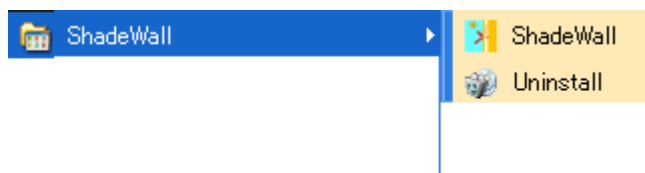

図 2-10 アンインストールプログラムの選択
- (1) 図 2-10 のようにスタートメニューから“ShadeWall”の“Uninstall”を左クリックします。